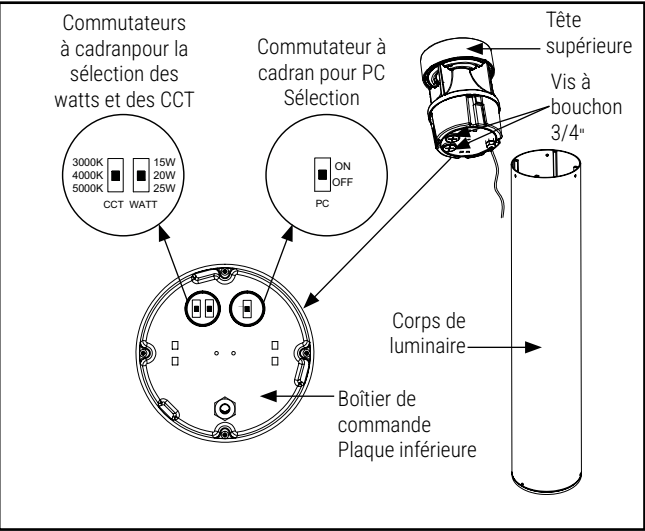

Figure 4.
- 4. Retirez les deux vis à tête cylindrique de 19 mm (3/4 po), sélectionnez la puissance et le CCT souhaités, puis activez/désactivez le PC à l'aide du commutateur rotatif situé sur la plaque inférieure du boîtier de commande. Fig. 4 (Réglage d'usine par défaut : 25 W, 4 000 K, ON)